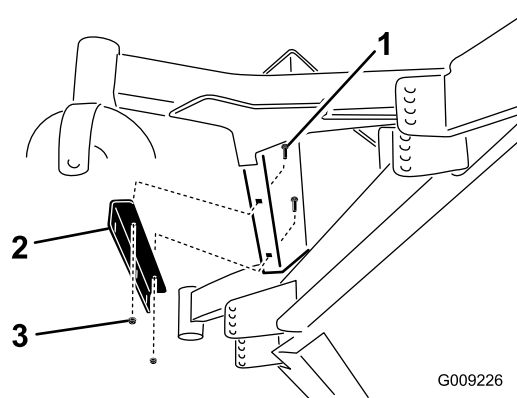

Figura 35
4. Instale el soporte de los contrapesos debajo del reposapiés con 2 pernos de cuello cuadrado ($\frac{5}{16}$ " x $\frac{3}{4}$ ") y 2 tuercas con arandela prensada ($\frac{5}{16}$ "), según se muestra en Figura 35.